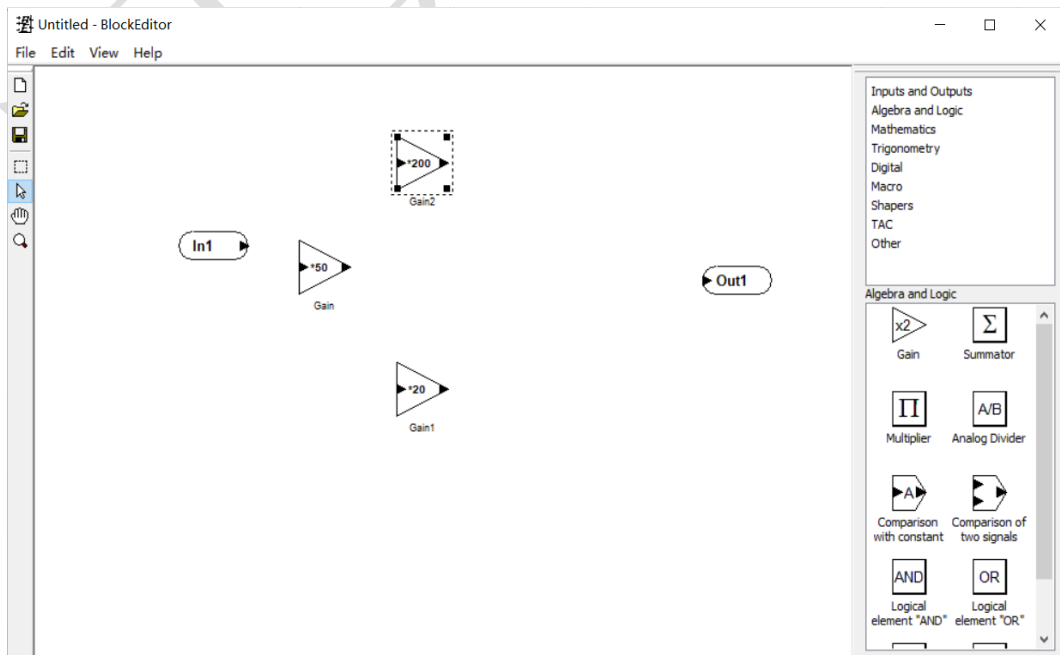

图 2-138
- 3) 从 **Algebra and logic** 模块将 **Gain** 比例环节拖入图板三次，分别双击设置系数（增益）为 **50**，**20**，**200**，如图 2-138。